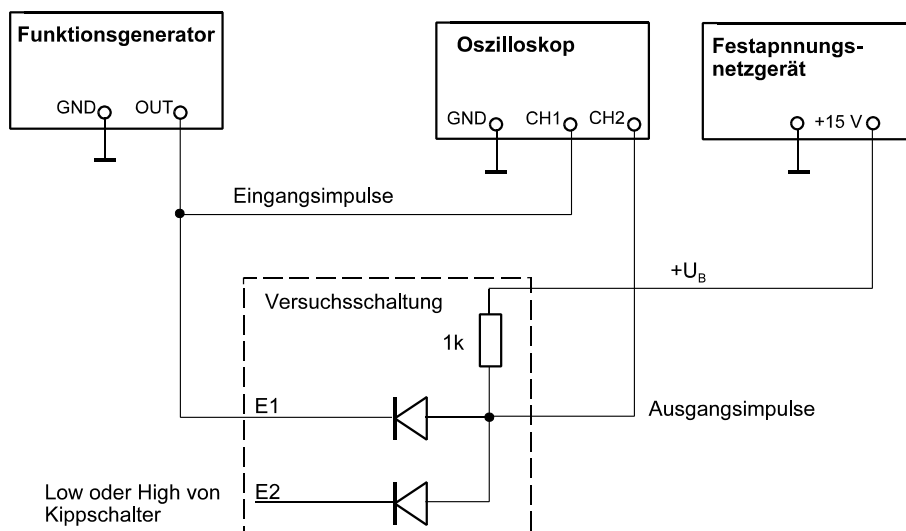

Abb. 4.5 Anordnung zur dynamischen Erprobung.
- Dynamische Erprobung mittels Funktionsgenerator und Oszilloskop (Abb. 4.5 und 4.6). Ein Eingang erhält Impulse, andere Eingänge werden mit einem passenden Pegel verbunden (UND: High, ODER: Low). Funktionsgenerator auf Rechtecksignale und positiven Spannungshub (von 0 bis 15 V) einstellen.